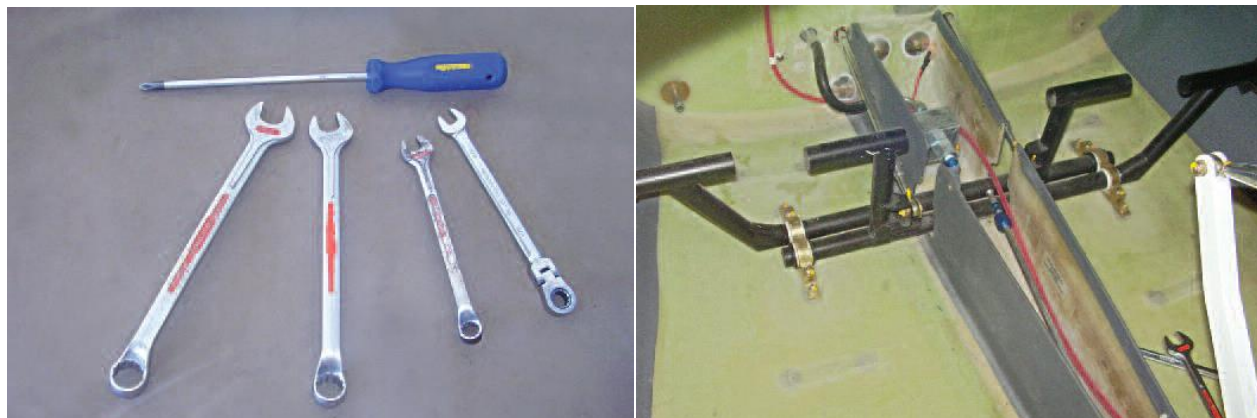

Figura 27.20.13 – Ferramentas utilizadas e localização dos pedais.
13. Remover os pedais das bases inferiores. Tomar cuidado com a linha de fluido de freio, mostrada na figura 27.20.13. Retirar os pedais por debaixo dela.